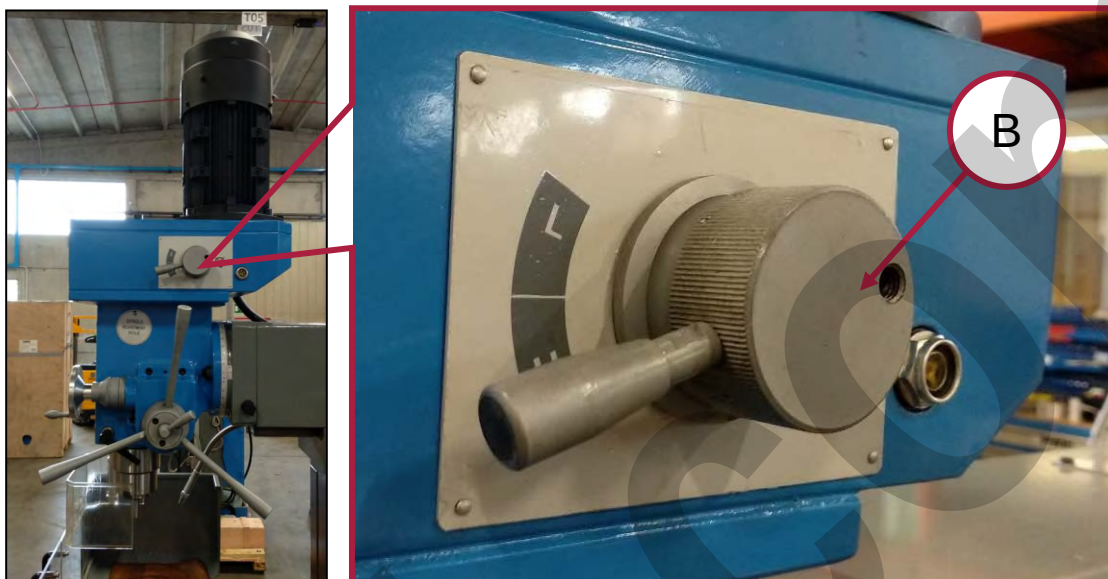

Figura 9 – Leva di regolazione del rapporto meccanico di velocità.
Sulla testa della macchina, nella parte sinistra, è posizionata la leva di selezione del livello di velocità della fresatrice (Rif. B in Figura 9), che permette di variare l'intervallo delle velocità di rotazione e di avanzamento tra un gruppo di livelli più bassi ed un gruppo di livelli più alti.
2. Posizionare la leva B in Figura 9 sull'intervallo di velocità desiderato.